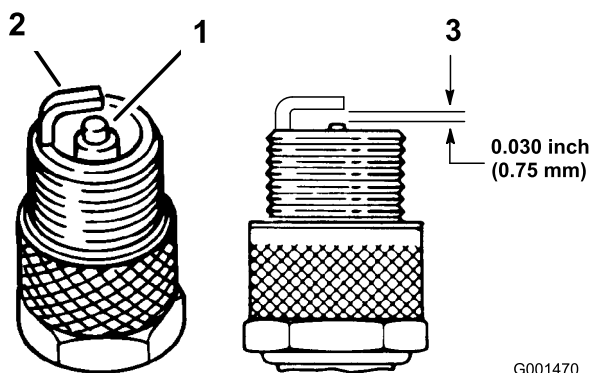

图19
1. 查看火花塞的中心（图19）。如果您看到绝缘体上有浅棕色或浅灰色涂层，说明发动机运行正常。如果绝缘体上的涂层是黑色的，通常意味着空气滤清器已变脏。
2. 检查中心电极与侧电极之间的空隙（图19）。如果空隙不正确，请弯转侧电极（图19）。
3. 将电线连接到火花塞上（图19）。